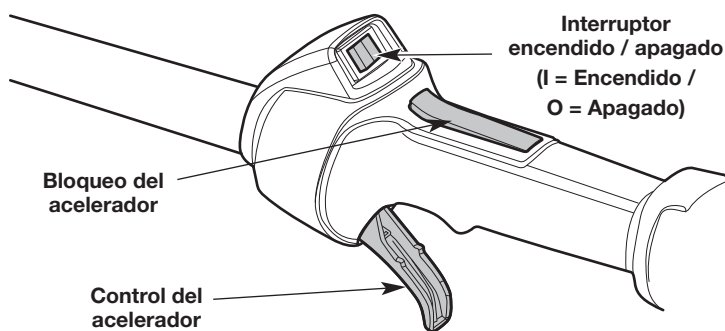

Fig. 18
**NOTA:** No hay necesidad de encender la unidad. El interruptor de Encendido/Apagado debe estar en la posición **Encendido (I)** en todo momento (Fig. 18).
6. Oprima y mantenga el bloqueo de acelerador. Apriete y mantenga apretado el control del acelerador. (Fig. 18). Tire de la cuerda de arranque con un movimiento controlado y firme **5 veces** (Fig. 20).
2. Oprima y no suelte el interruptor de control de Encendido y Apagado en la posición **Apagado (O)** hasta que el motor se detenga por completo (Fig. 18).